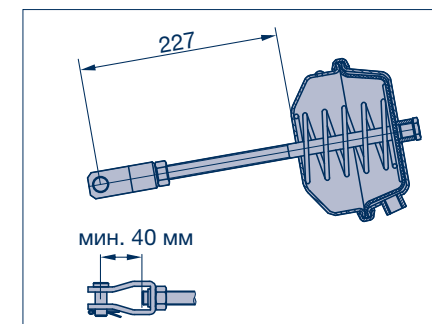

Рисунок 2
- [2] Отрегулировать предписанную длину нажимной штанги относительно основания камеры (Соблюдать зазор мин. 40 мм, см. рисунок 2!). Сначала зафиксировать вилкообразную головку с помощью контргайки вручную.